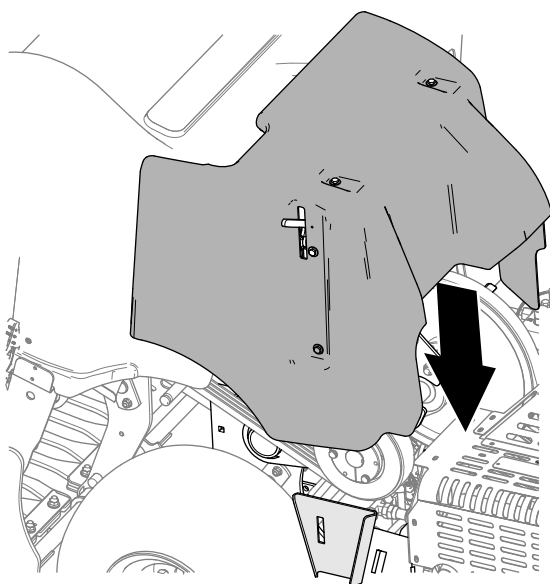

Figura 145
2. Abbassate il copricinghia (Figura 145).